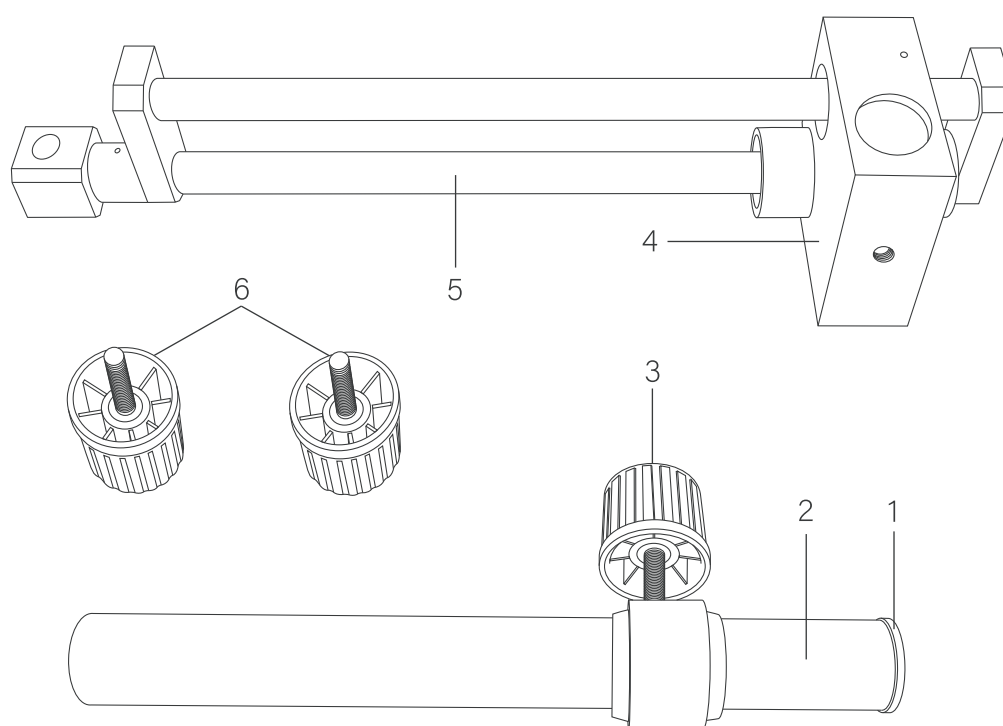

Рис. 5. Составные части штатива.
• Соберите штатив, рисунок 5. Для этого: